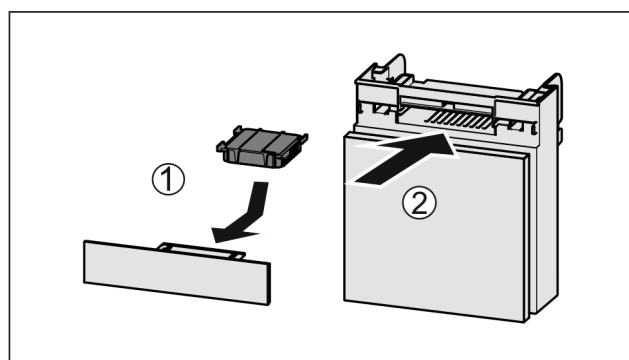

Fig. 172
- Filtr s aktivním uhlím vložte podle vyobrazení Fig. 172 (1).
- Zásuvku zasuňte Fig. 172 (2).